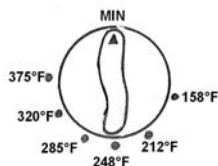

Fig. 3
- Choisissez la température désirée sur le cadran de réglage de la température (N° 8). (Fig. 3)